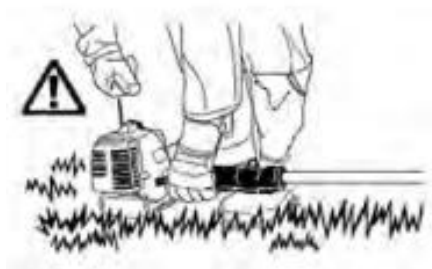

Fig. 15
- 4) Puxe lentamente a pega do motor de arranque até sentir o motor a pegar, depois puxe rapidamente. Deixe a pega do motor de arranque voltar lentamente até à sua posição original. (Fig. 15)